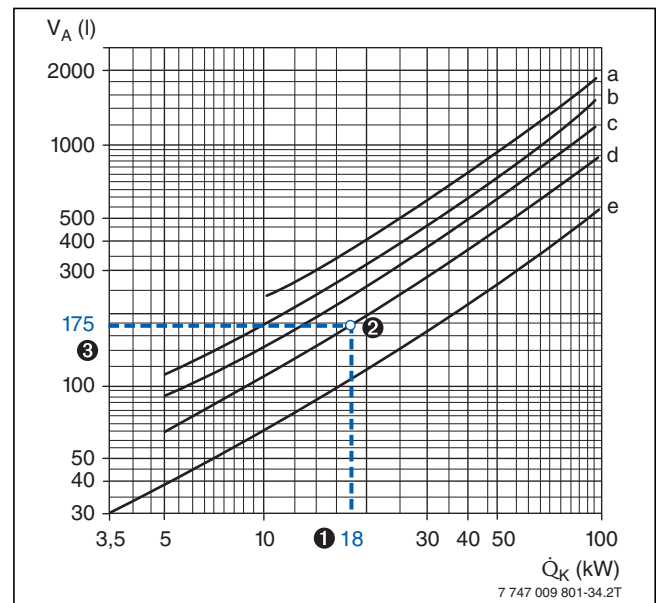

Fig. 9 Valori di riferimento per il contenuto medio d'acqua degli impianti di riscaldamento
• 3 Contenuto totale di acqua nell'impianto = 175 litri (→ fig. 9, curva d)